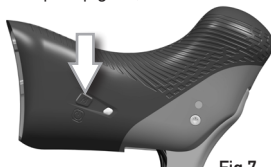

Fig.7
2) Appuyer simultanément sur les touches MODE des poignées Ergopower (Fig. 7) pendant 5 secondes, jusqu'à ce que les voyants s'allument en ROSE.